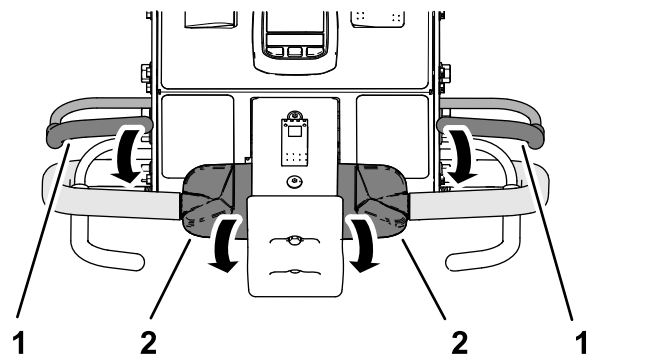

Figura 33
2. Sostenga la barra de presencia del operador contra el manillar y gire la parte superior del control de tracción hacia delante (Figura 33).